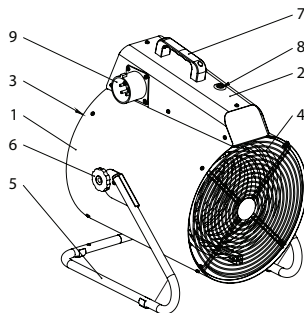

Рис. 2. Устройство прибора
Несущая конструкция тепловентилятора (см. рис.2) состоит из кожухов наружного (1) и внутреннего, изготовленных из листовой стали и имеющих цилиндрическую форму. Во внутреннем кожухе размещены вентилятор и трубчатые электронагревательные элементы. Сверху кожуха расположен корпус блока управления (2). Кожух наружный, закрыт воздухозаборной (3) и воздуховыпускной (4) решетками, винтами устанавливается на подставку (5) и имеет возможность поворота в вертикальной плоскости. Угол поворота фиксируется барашковыми винтами (6). Вентилятор затягивает воздух через отверстия воздухозаборной решетки. Воздушный поток, втянутый вентилятором в корпус, проходя между петлями трубчатых электронагревательных элементов, нагревается и подается в помещение через отверстия воздуховыпускной решетки.
Электронагревательные элементы, после срабатывания устройства аварийного отключения, автоматически не включаются. Для возврата устройства аварийного отключения в рабочее положение необходимо нажать на кнопку сброса аварийного термостата (Рис.2)